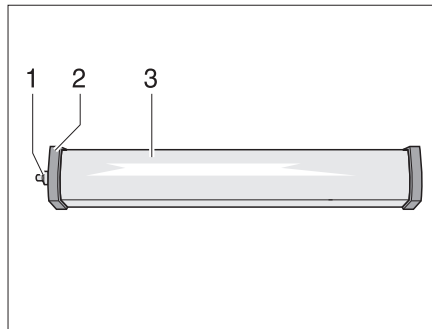

Fig. 262 Luz del habitáculo
- Desatornillar la caperuza (Fig. 262,1).
- Retirar la tapa (Fig. 262,2).
- Comprimir ligeramente la cubierta de la luz (Fig. 262,3) y retirarla.